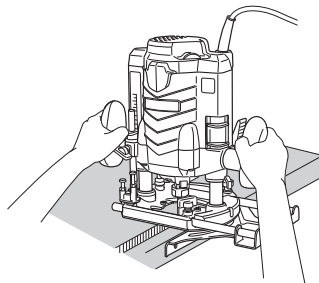

Fig. 13
- ① Introduzca la barra de la guía en el orificio de la base, ajuste la distancia entre la broca y la superficie de la guía y, a continuación, apriete el perno de mariposa firmemente (A) (accesorios estándar).
- ② Como se muestra en la Fig. 13, asegure firmemente la parte inferior de la base a la superficie procesada de los materiales. Haga avanzar la fresadora mientras mantiene el plano de la guía sobre la superficie de los materiales.